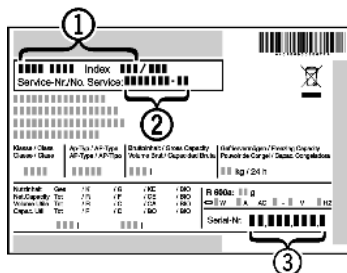

Fig. 35
▶ Odczytać z tabliczki znamionowej oznaczenie urządzenia Fig. 35 (1), nr serwisowy Fig. 35 (2) oraz numer seryjny Fig. 35 (3). Tabliczka znamionowa znajduje się po lewej stronie wewnątrz urządzenia.
- ▶ Poinformować serwis i podać opis zakłócenia, oznaczenie urządzenia Fig. 35 (1), nr serwisowy Fig. 35 (2) oraz numer seryjny Fig. 35 (3).